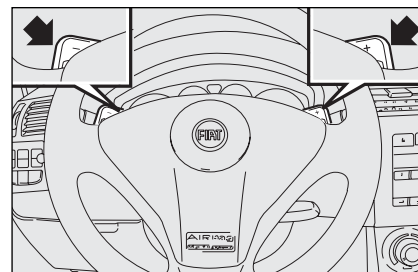

fig. 6
- ☐ a través de los mandos en el volante **fig. 6**, que se pueden accionar cuando la velocidad del coche es superior a 5 km/h.